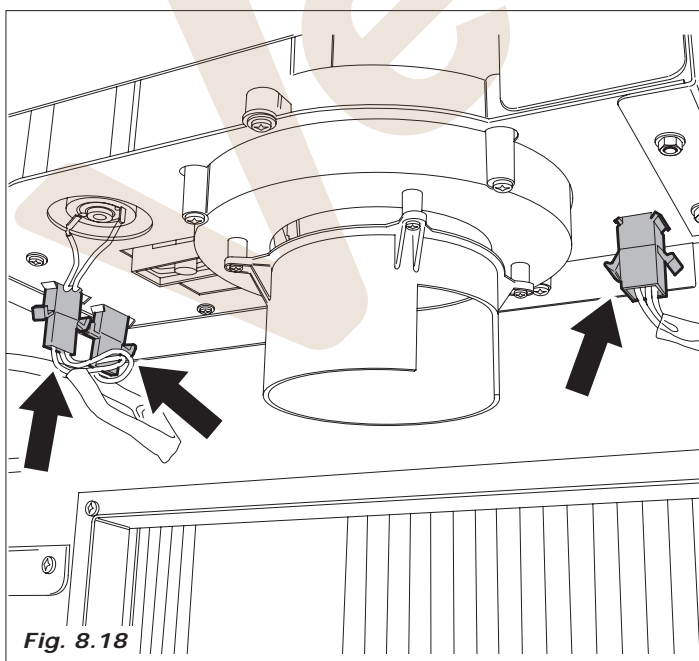

Fig. 8.18
- Desconectar los tres conectores eléctricos (Fig. 8.18).